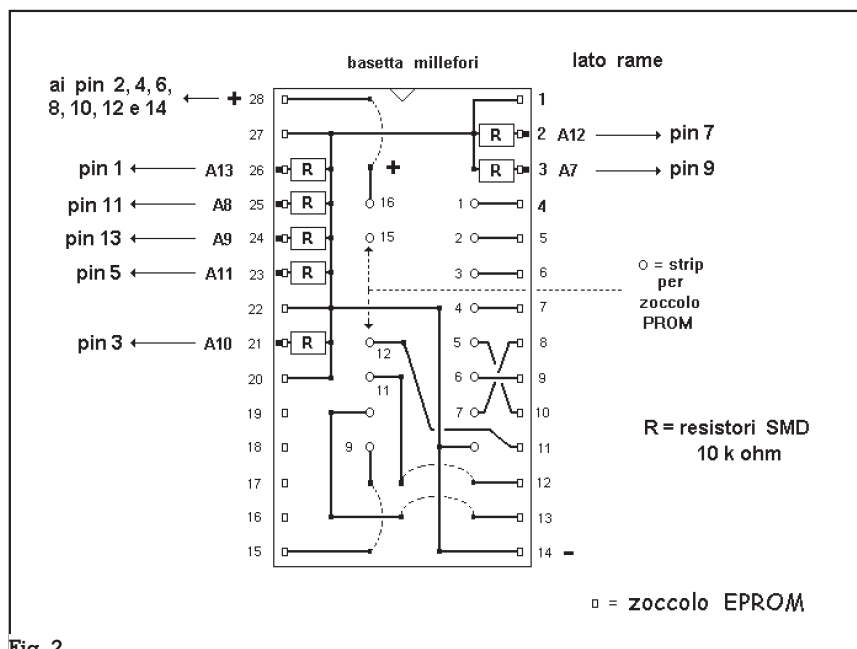

Fig. 2
gombranti. Ci siamo quindi ingegnati per trovare una soluzione semplice e soprattutto economica. Alla fine, dopo varie ipotesi, abbiamo adottato la soluzione visibile nelle foto a) e b) e nelle figure 2 e 3. In pratica si usa la stessa basetta millefori già vista nei due precedenti articoli sui PMR, aggiungendovi però sette (7) resistori di tipo SMD come indicato chiaramente in figura 2 - vedi anche foto c).